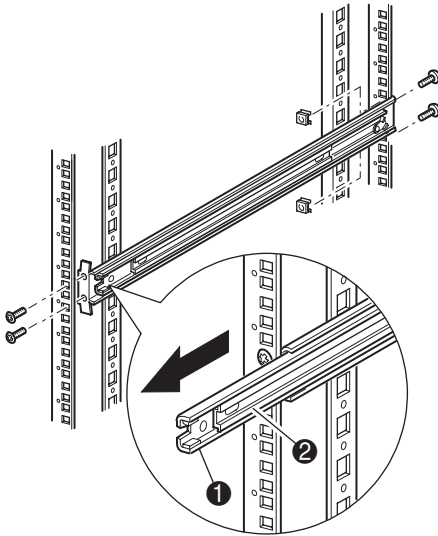

Figure 2-3. Installation des rails
2. Retirez le gabarit, puis fixez les rails à l'aide des attaches fournies (voir figure 2-3). Les supports avant des rails sont préfiletés de façon à accueillir directement les vis. Les supports arrière, en revanche, ne sont pas filetés et nécessitent l'installation d'écrous-cages dans les montants arrière de l'armoire.